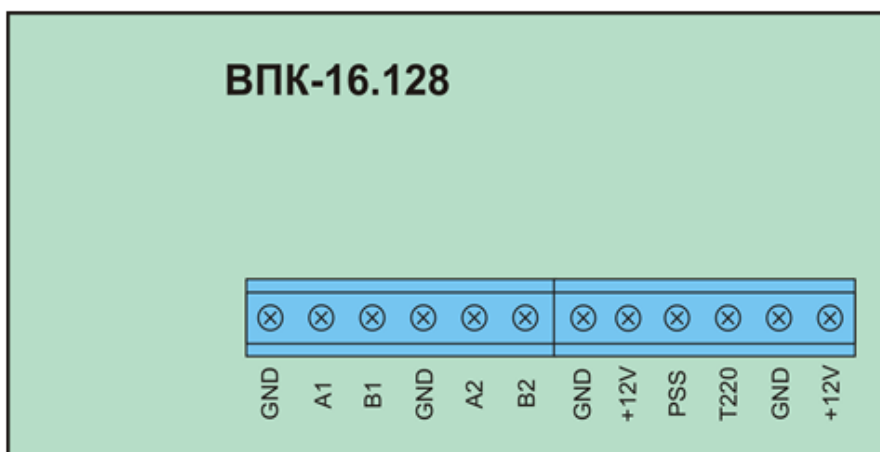

Рисунок 7.8 – Клеми підключення ВПК
Клеми підключення ВПК наведені на рис. 7.8.
- З'єднати відповідні клеми ВПК: A1, B1, A2, B2, GND з клеммами ППКП: A1, B1, A2, B2, GND. (рис. 7.8.) Клеми з позначенням A1, B1 (A2, B2) мають